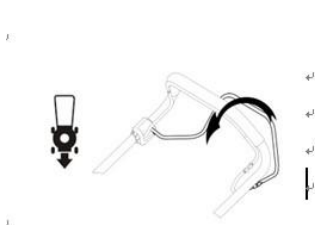

Fig. 11D
4. Poussez le levier de commande pour que la tondeuse roule à une vitesse pouvant atteindre 3,6 km/h (pas de système de vitesse variable). Fig. 11D